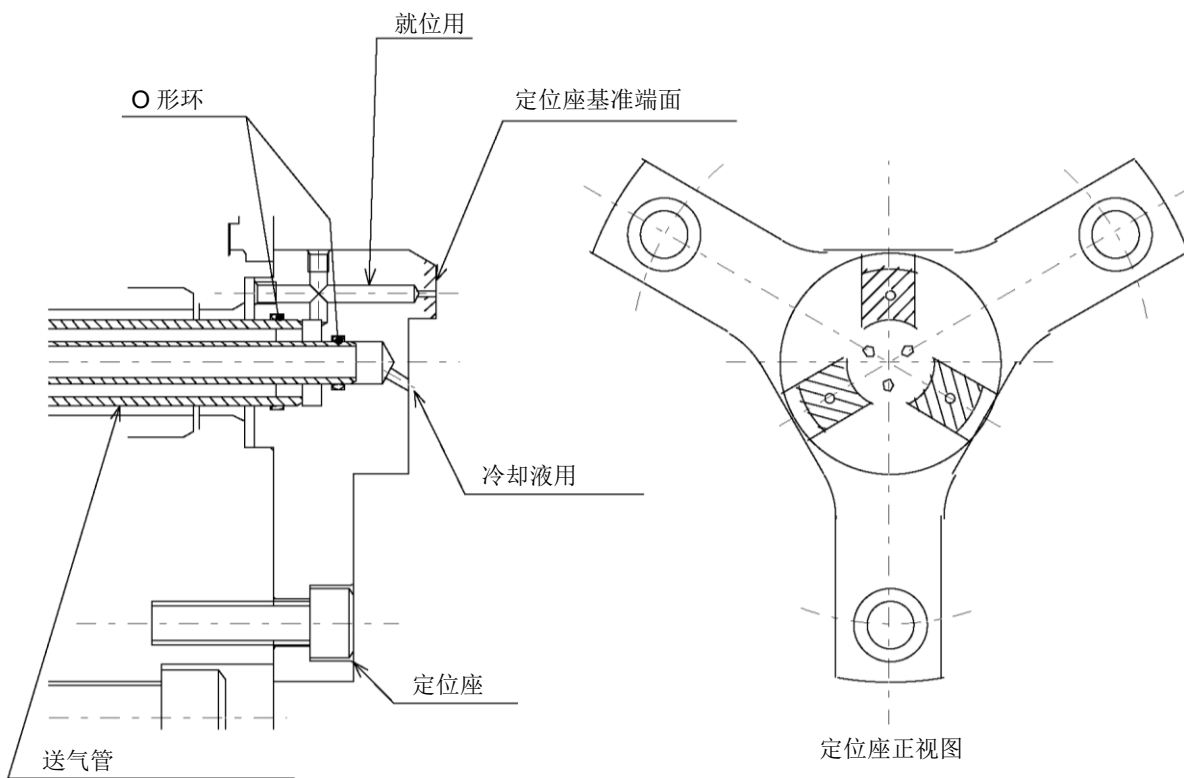

图 20-3
- 就位规格的定位座示例如图 20-3 所示。在主轴后方安装送气管后，为定位座供给空气或冷却液。